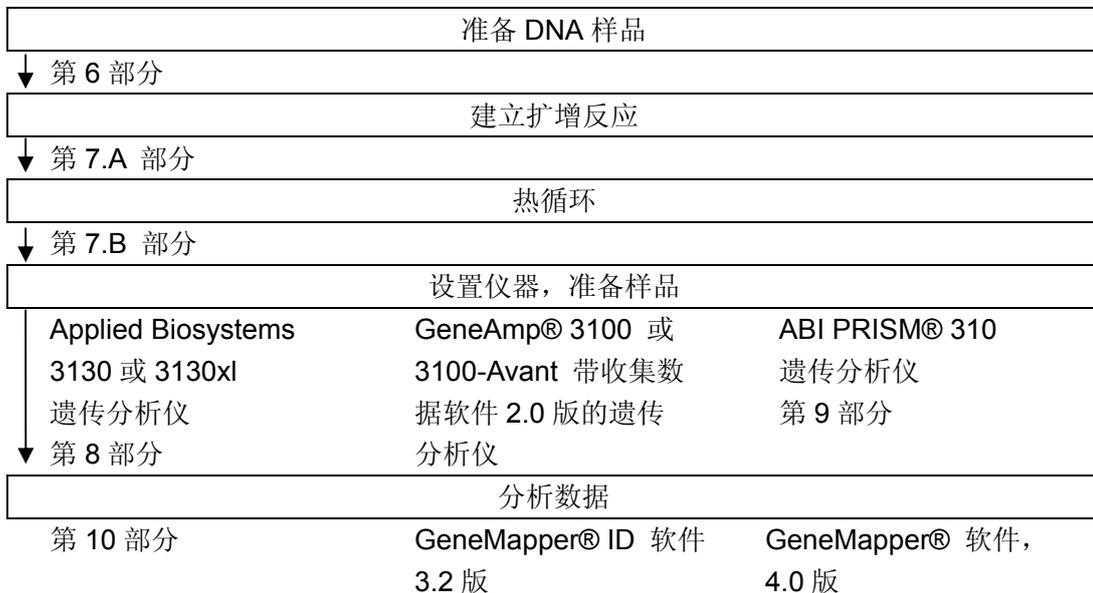

图 2. StemElite™ ID 系统的操作流程。
图2概述了这本技术手册中StemElite™ ID系统的操作流程。简要的说，先从细胞提取DNA，定量，然后加入通用试剂 (Master Mix)，通用试剂已经包含StemElite™ ID 10X 引物对混合物，StemElite™ ID 5X 酶混合物和PCR级专用水。混匀，进行PCR反应，反应结束之后将分子量内标 (ILS) 加入PCR反应产物中。使用毛细管电泳技术 (CE) 对上述反应产物中的等位基因进行检测，获得CE数据，并用基因型分析软件进行分析，软件所需参数可以在Promega公司网页上获得：www.promega.com/stemeliteid/。网页上提供操作说明和应用实例，指导如何为GeneMapper®或GeneMapper®ID软件设置报告参数，使得基因型分析更加容易和精确。